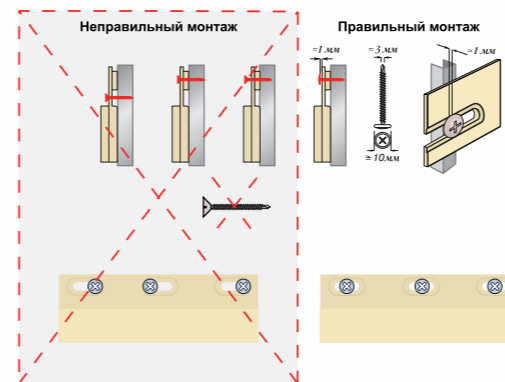

Рис. 2
- Установите нижнюю часть панели на стартовый профиль и закрепите её саморезами в гвоздевых отверстиях, руководствуясь рекомендациями (Рис. 2). Следующая панель устанавливается на стартовый профиль аналогично первой и заводится в первую панель до касания с термокомпенсаторами.
- ствуйся рекомендациями (Рис. 2). Последующие панели устанавливаются аналогично.
- Закрепите фасадный J-профиль по аналогии с монтажом всех используемых элементов системы (Рис. 2). Для того, чтобы завести панель в универсальный J-профиль. его достаточно отогнуть.